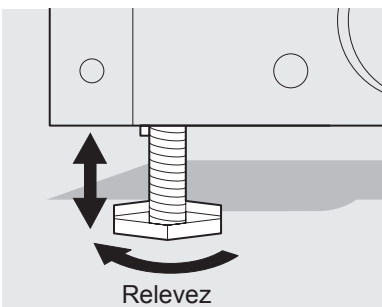

Figure 3
- 3 Utilisez une clé ajustable pour ajuster les vis calantes. Abaissez les vis calantes de chaque côté dans le sens des aiguilles d'une montre jusqu'à ce qu'elles touchent le sol (Figure 3).